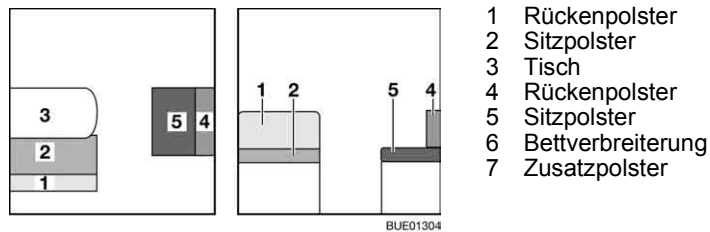

Bild 125 Vor dem Umbau
- Tisch (Bild 125,3) zum Bettunterbau umbauen (siehe Abschnitt 6.11).
- Das Rückenpolster (Bild 125,1) abnehmen und auf den Tisch legen.